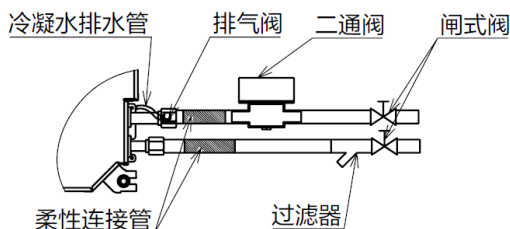

图5.2 建议机组接管方式
(2) 连接机组进水管时，建议采用柔性连接管转接，并用生胶带密封。接管方式参见图5.2所示。